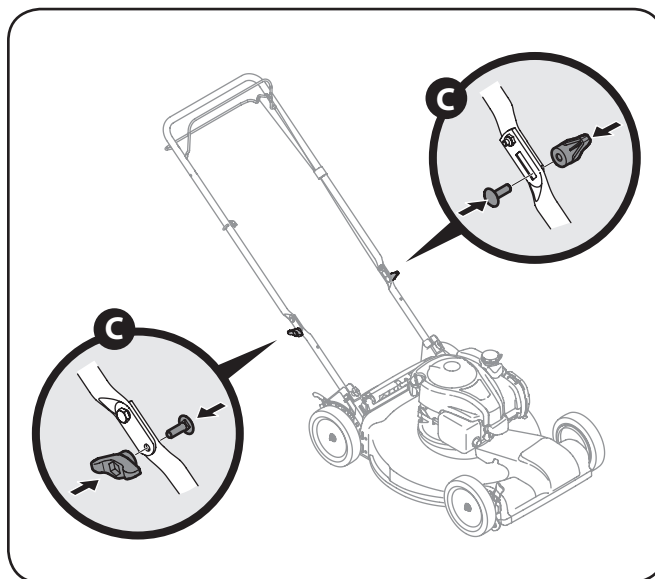

Figura 3-5
- c. Vuelva a colocar tuercas y pernos de transporte retirarse antes en una reducción de los agujeros de la manija como se muestra en Figura 3-5.